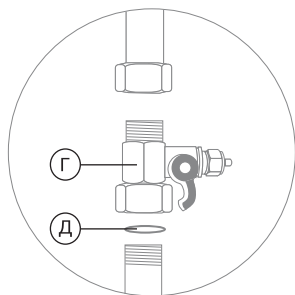

Рис. 6
1. Установите адаптер-вентиль (Г) между магистралью холодной воды и гибкой подводкой вашего смесителя. Уплотните соединение адаптера-вентиль с магистралью при помощи поставляемого в комплекте уплотнительного кольца (Д) (рис. 6).